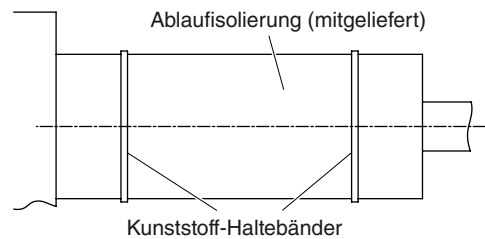

Abb. 3-26
(2) Nach Kontrollieren des Ablaufs das mitgelieferte Abdichtmaterial und die Isolierung um das Rohr wickeln, dann mit den mitgelieferten Halteklammern sichern. (Abb. 3-26)